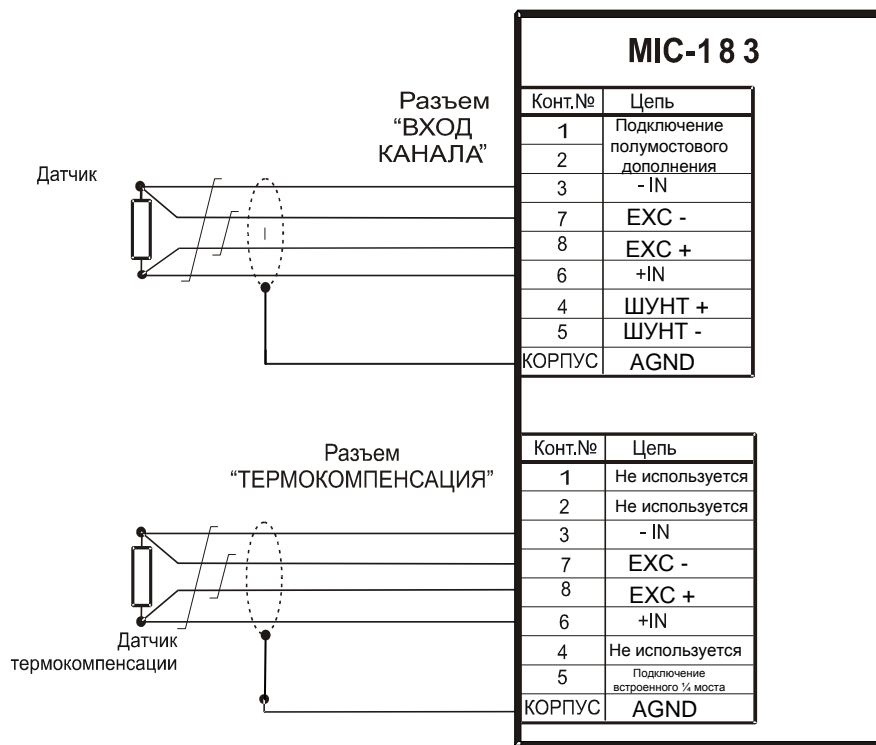

Рис. 4. Схема подключения датчиков
1.4.5.1 Схемы подключения датчиков к комплексу МІС-183 приведены на Рис. 4. Схема подключения датчиков (показан пример подключения датчика измерительного канала и канала термокомпенсации, датчики остальных каналов подключаются аналогично). Для подключения датчиков рекомендуется применять кабели с экранированными витыми парами.